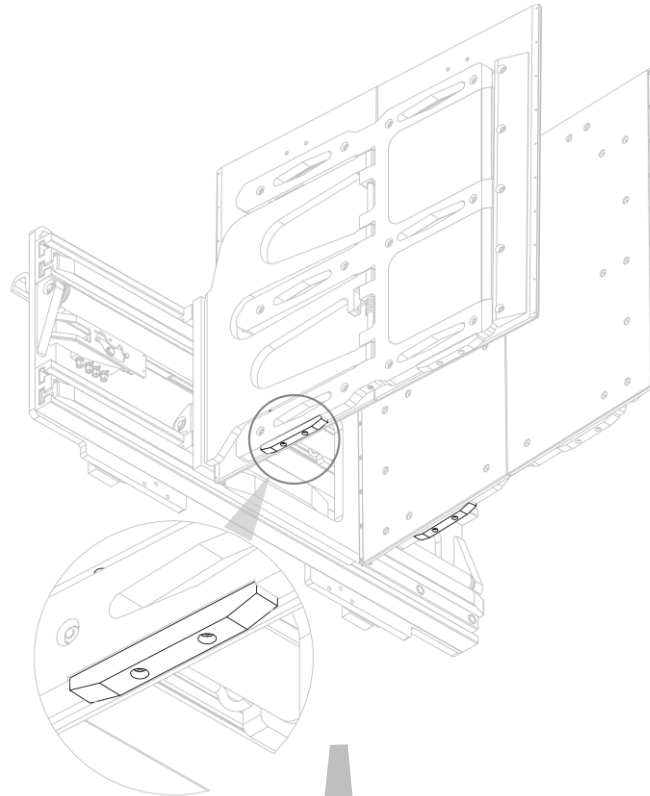

Figure 65
3. Retirer, une par une, les goupilles anti-oscillation inférieures, après avoir retiré temporairement les patins anti-frottement. (voir *Figure 65* et *Figure 66*).